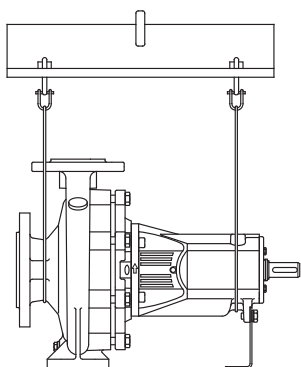
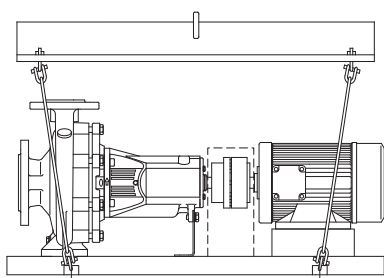

Fig. 1: Транспортировка насоса
Fig. 2: Транспортировка агрегата в сборе
- Во избежание деформаций надлежащим образом поднимать насос (Fig. 1) или (Fig. 2). Проушины на насосе и моторе запрещается использовать для поднятия насоса или всего агрегата. Они предназначены только для перемещения элементов конструкции при монтаже и демонтаже.